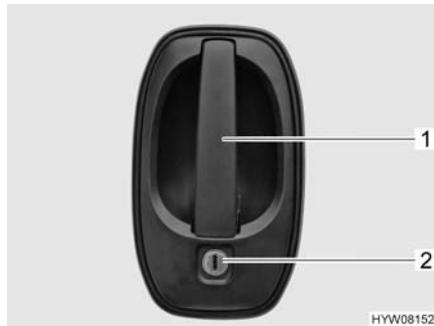

Fig. 30 Serratura della porta (porta di ingresso, lato esterno)
- Inserire la chiave nel cilindro della serratura (Fig. 30,2) e ruotare fino a quando la serratura della porta si sblocca.
- Tirare la maniglia della porta (Fig. 30,1). La porta è aperta.
- Inserire la chiave nel cilindro della serratura (Fig. 30,2) e ruotare fino a quando la serratura della porta si blocca.